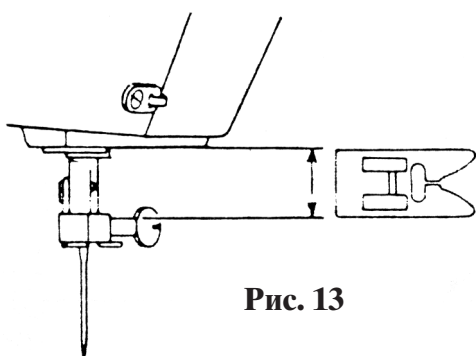

Рис. 13
- Выкрутить оба винта на крышке рукавной части рабочей поверхности швейной машины (рис. 13а).
- Ослабить винт 46 при помощи гаечного ключа с внутренним шестигранником размером 2,5 мм (рис. 13б).
- Повернуть маховое колесо, пока в результате движения стержня игловодителя из крайнего верхнего положения расстояние между иглодержателем и головкой рукава не будет равно 15 мм. В качестве шаблона можно использовать лапку для стежка “зиг-заг” (рис. 13).
- Повернуть эксцентрик назад или вперед до соприкосновения гаечного ключа с двигательным валом транспортера 36 (рис. 13б).
Рис. 13а